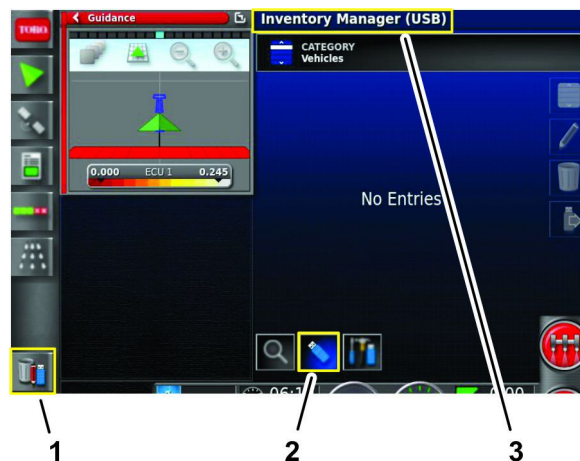

Figura 87
3. Premete l'icona Sistema di gestione dell'inventario (Figura 87).
4. Se il titolo nella parte superiore della schermata indica Sistema di gestione dell'inventario (USB), premete l'icona Commuta visualizzazione (Figura 87).